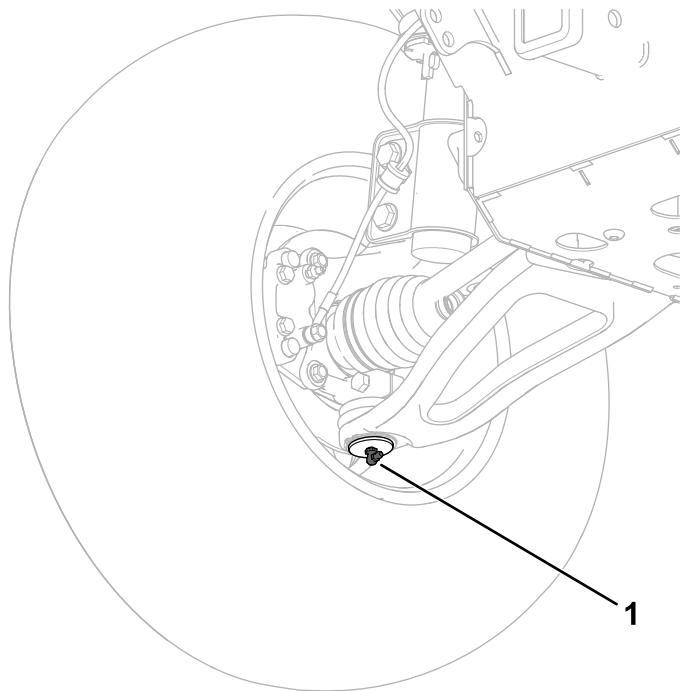

Figure 81
- **Rotules (2) ; voir Figure 81**